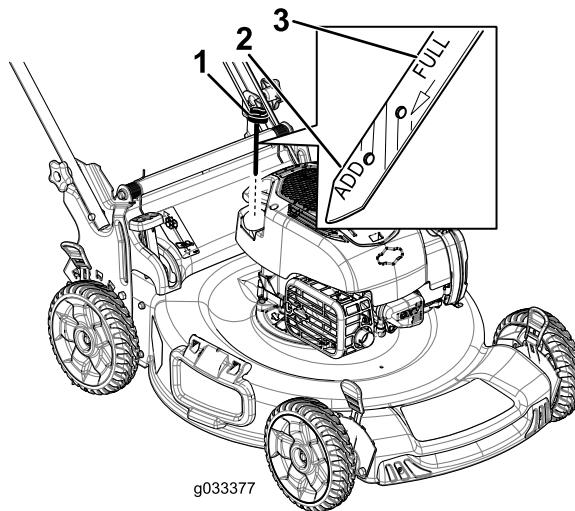

Рисунок 14
2. Выньте щуп для измерения уровня, протрите его, и затем вставьте на полную глубину (Рисунок 14).
3. Выньте щуп и проверьте уровень масла (Рисунок 14). Если уровень масла ниже отметки **Add** (Долить) на масломерном шупе, медленно заливайте масло в маслозаливной патрубок, чтобы поднять уровень масла до метки **Full** (Заполнено) на масломерном шупе. **Не допускайте переполнения.**